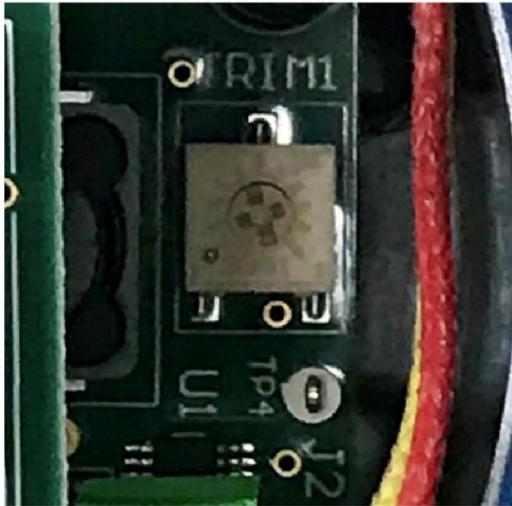

Рис. 3
- Отрегулируйте температуру потенциометром TRIM1. Потенциометр TRIM1, расположенный на плате электроники, обеспечивает регулировку на 270°. Диапазон задания температуры от 50 °C (122 °F) (крайнее положение при повороте против часовой стрелки) до 400 °C (752 °F) (крайнее положение при повороте по часовой стрелке). См. рис. 3. Изделие не показывает фактическую температуру среды. Фактическую температуру среды необходимо измерять отдельным устройством.